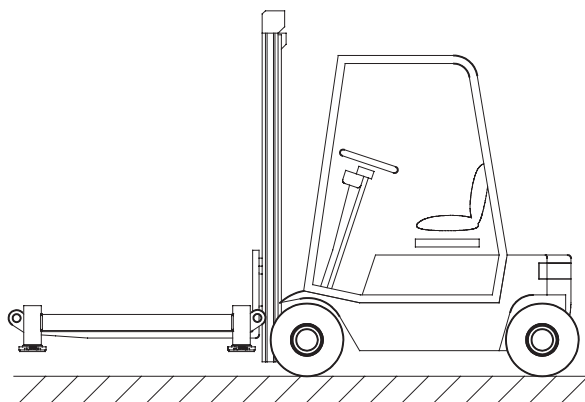
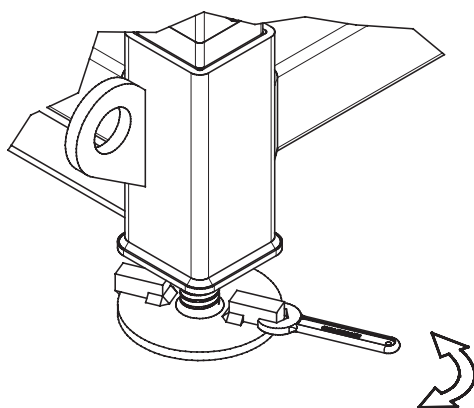

Figura 12. Sollevamento del telaio inferiore con un carrello elevatore.
Figura 13. Regolazione dell'altezza dei piedi con una chiave a tubo da 22 mm.
1. Accertarsi che il suolo dove è collocato il sistema di carico MkII sia relativamente piano. Il sistema di carico MkII Base ha piedi regolabili che sono progettati per adattarsi a un'inclinazione massima di 5 gradi. Utilizzare un carrello elevatore per maneggiare il telaio inferiore, posizionare le forche sotto i tubi orizzontali e all'interno delle apposite guide prima del sollevamento, vedere Figura 12. Posizionare il telaio inferiore sul suolo. Utilizzare una livella a bolla d'aria per accertarsi che il telaio inferiore sia livellato. In caso contrario, ruotare i piedi a mano o utilizzare una chiave inglese da 22 mm oppure un martello per colpire la barra di regolazione per regolare i piedi fino a quando il telaio inferiore non è livellato, vedere Figura 13.